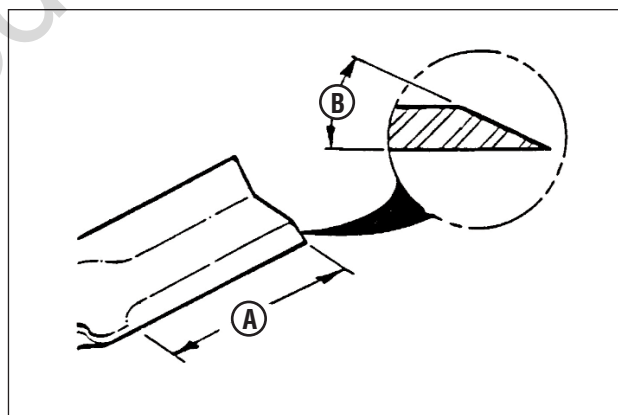

Figura 44: Afiando a lâmina do cortador
6. Se a lâmina estiver em boa condição, afie de 22 a 28 graus (B, **Figura 44**). NÃO afie além da extremidade de corte existente (A).